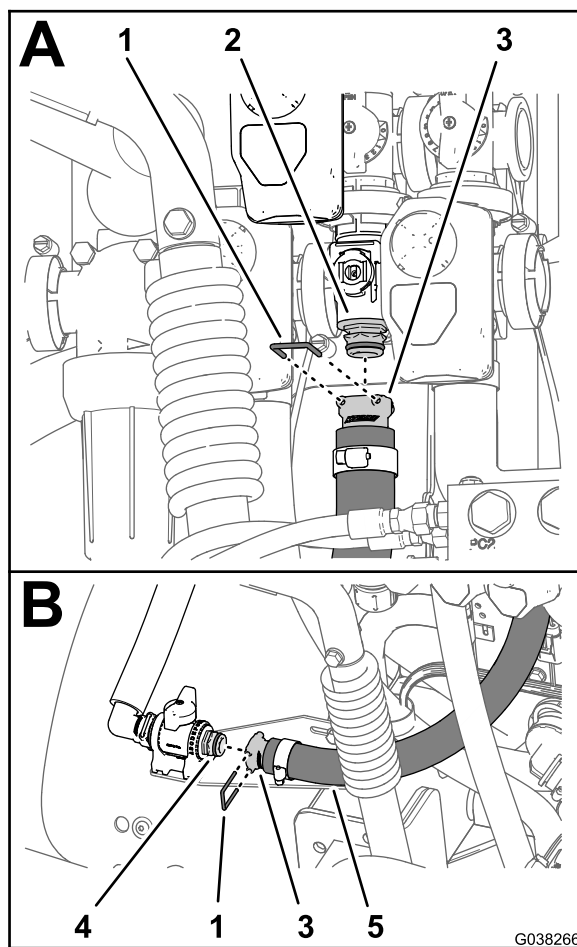

图66
1. 使用随软管提供的卡环将搅拌软管的快速连接直通宝塔形接头 2.5 x 72cm 安装到搅拌控制阀的快速联轴器上 图66。